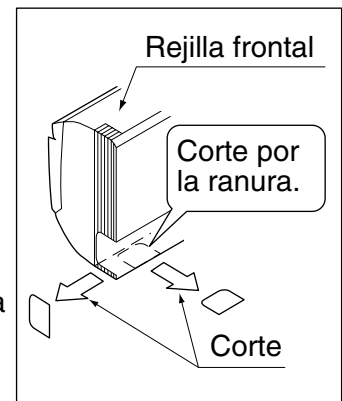

Fig. 4
- (a) Verifique la ubicación del agujero con ayuda del plano de instalación que se incluye (3).
- (b) Coloque temporalmente el panel de instalación (1) en la posición de sujeción temporal indicada en el plano de instalación (3) y utilice un nivel para controlar que la manguera de desagüe esté nivelada o ligeramente inclinada hacia abajo.
- (c) Asegure el panel de instalación (1) a la pared con tornillos o pernos.
- Si utiliza los tornillos de fijación para el panel de instalación (2), sujete con 4 tornillos como mínimo en cada lado (8 tornillos en total del (tipo 20-32) y 9 tornillos del (tipo 40-63)) en la posición de instalación recomendada en el plano de instalación que se incluye (3).
(3) En caso de emplear las posiciones izquierda, abajo izquierda, derecha o abajo derecha para la tubería, corte el agujero pasante para la tubería delante de la rejilla. (Refiérase a la Fig. 4)